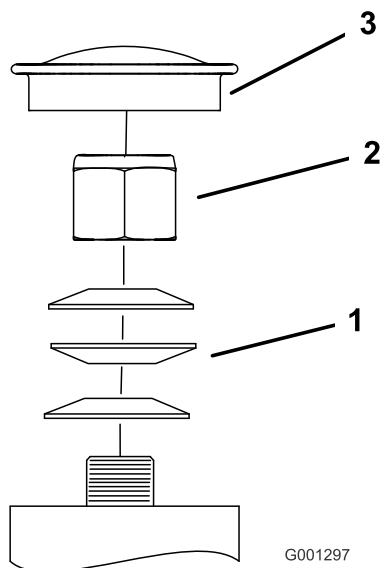

Figura 63
3. Retire el tapón guardapolvo de la rueda giratoria y apriete la contratuerca (Figura 63).
4. Apriete la contratuerca hasta que las arandelas de muelle estén planas, luego afloje $\frac{1}{4}$ de vuelta para establecer la pre-carga correcta de los cojinetes (Figura 63).
Importante: Asegúrese de que las arandelas de muelle están correctamente instaladas, según se muestra en Figura 63.
5. Coloque el tapón anti-polvo (Figura 63).